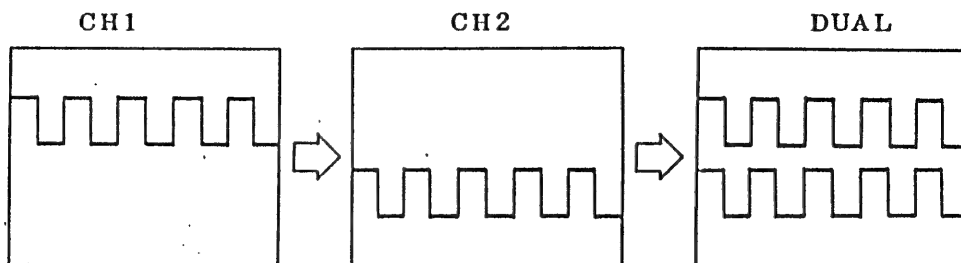

图 6-3
- (2) CH2 入力端子 ⑨ に CH1 と同様に、付属のプロブで CAL 波形を入力し、
AC-GND-DC スイッチ ⑩ を AC に切り換えます。VOLTS/DIV ⑫ ⑬ を 20 mV/DIV、↑ POSITION ⑨ ⑭ を調整すると、図 6-3 のように 2 現象波形が観測できます。